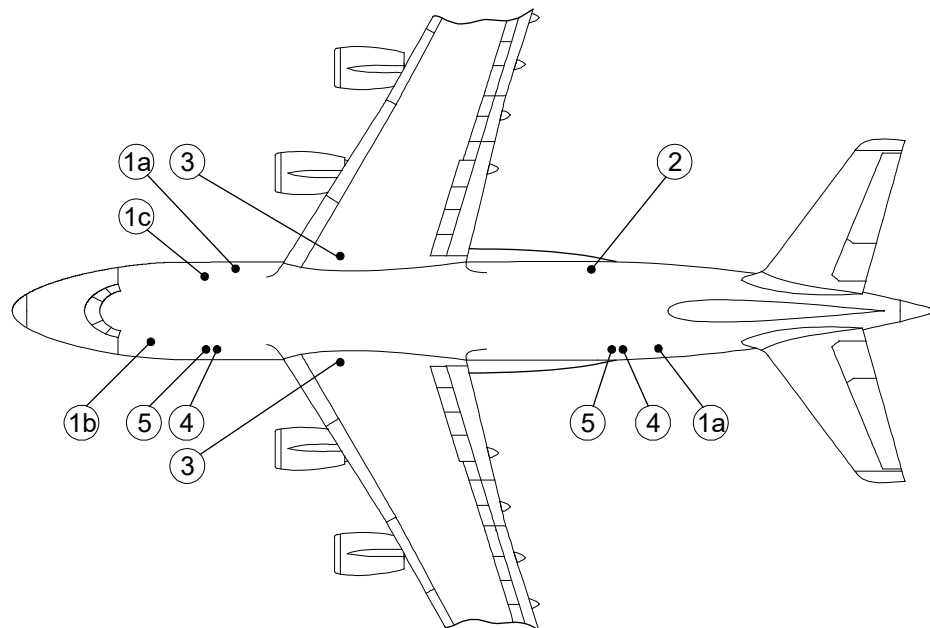

Рисунок 9. Размещение точек подключения систем наземного обслуживания (вид сверху) Ан-124-100(150)
- Рисунок 9. Размещение точек подключения систем наземного обслуживания (вид сверху) Ан-124-100(150);